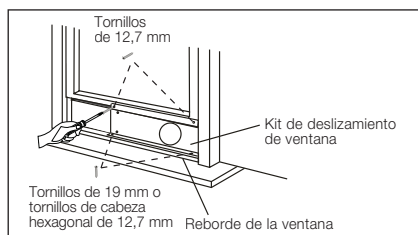

Fig. 15
3. Cierre la ventana de guillotina firmemente contra el kit de deslizamiento. (Fig. 15)
4. Pase dos tornillos de 12,7 mm para sujetar el kit de deslizamiento a la ventana de guillotina. (Fig. 15)
5. Sujete el kit de deslizamiento de la ventana al reborde (Fig. 15):